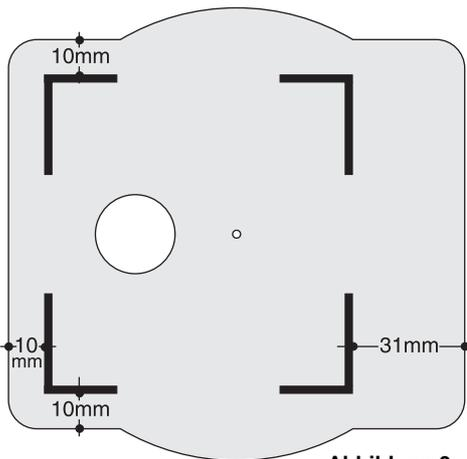

Abbildung 9
Schritt 44: Stellen Sie die beiden Ständer so auf, dass sie mit den Seitenstützen zueinander zeigen, und stecken Sie provisorisch und ohne Klebstoff den Bügelgriff mit seinen Schlitz­en von oben in die beiden halbrunden Ausschnitte. Auf diese Weise haben die Ständer oben genau den Abstand voneinander, den sie später benötigen. Stellen Sie sie zunächst noch ohne Klebstoff auf den Deckel des Hauptzylinders. Auf der Seite, in deren Nähe der Arbeitszylinder sitzt, muss der Abstand zwischen der Blech­kante und der Ständer­Außenseite genau 10 mm betragen, auf der anderen Seite 31 mm (s. Abb. 9). Der Abstand ist auf dieser Seite größer, weil sich dort später das Schwungrad drehen wird. Auf dieser Seite sollte (muss aber nicht) der Ständer stehen, auf dem sich der Name des Eigentümers befindet. Der Bügelgriff liegt dann genau mittig über dem Arbeitszylinder.